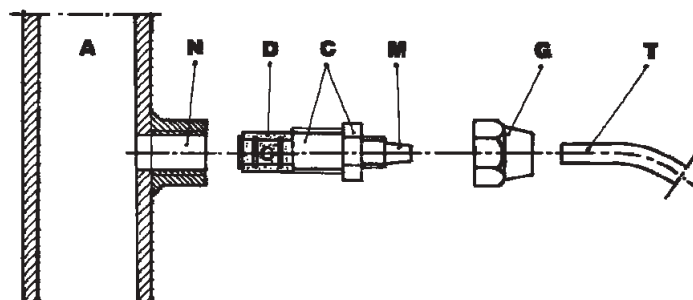

Fig. 9
**g.** - Applicare sulla condotta dell'impianto da trattare, nel punto più idoneo per effettuare l'iniezione del prodotto da dosare, un raccordo da 3/8" gas femmina. Tale raccordo è escluso dalla fornitura. Avvitare la valvola di iniezione nel raccordo utilizzando come guarnizione del Teflon Fig. 9. Connettere il tubetto all'attacco conico della valvola d'iniezione e bloccarlo con l'apposita ghiera G. La valvola di iniezione è anche valvola di non ritorno.
### 3.1 - SCHEMA DI MONTAGGIO VALVOLA DI INIEZIONE Fig. 9